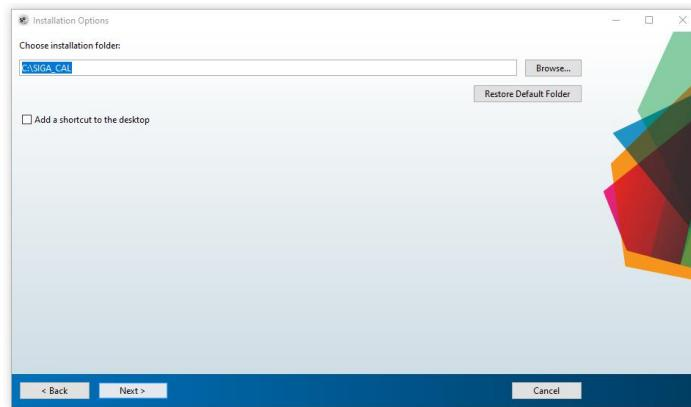

Figura 2-3 Ventana de ruta de instalación de SIGA-CAL Tools
3. En la opción de **seleccionar carpeta de instalación** agregue la siguiente ruta **C:\SIGA_CAL** y haga clic en el botón **Next >** (ver Figura 2-3). Si se asigna una ruta diferente a la indicada, el programa generará error en la ejecución.